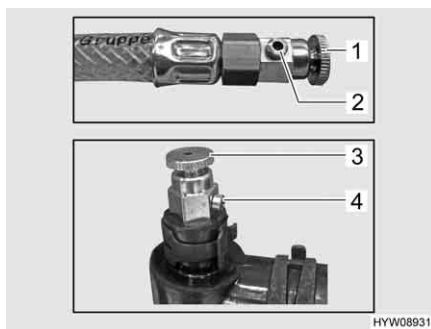

Fig. 190 Valvole di sfiato (riscaldamento ad acqua calda)
- Aprire la valvola di sfiato (Fig. 190,1 o 3) e lasciarla aperta finché non esce più aria dall'apertura della valvola (Fig. 190,2 o 4).